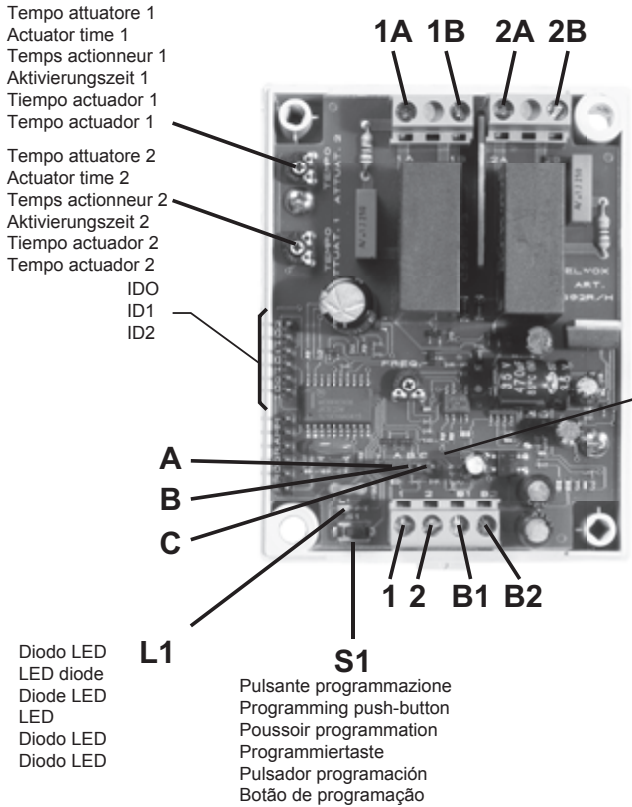

Fig. 1
DESCRIÇÃO DOS BORNES E DOS COMPONENTES (fig. 1)
Nesta modalidade, os dois RELÉS podem ser usados para a activação de duas funções auxiliares de cada telefone e monitor com tecnologia DOIS FIOS ELVOX. Os contactos normalmente abertos são independentes e podem ser temporizados de 1 a 30 segundos, regulando os dois potenciómetros situados no circuito impresso (fig. 1) e identificados pelas serigrafias "tempo attuat. 1" e "tempo attuat. 2". Na mesma instalação DOIS FIOS ELVOX podem-se ligar até 8 dispositivos art. 69RH. Isto significa que se pode usufruir de um total de 16 funções auxiliares (dois RELÉS por cada dispositivo 69RH). Para isso é necessário atribuir a cada dispositivo 69RH um código identificativo actuando nas pontes ID0-ID1-ID2 situadas no circuito impresso (fig. 1). Para a atribuição do código identificativo seguir a TAB.1 A activação dos serviços auxiliares efectua-se nos telefones e monitores, seguindo as indicações apresentadas nas instruções dos aparelhos na opção 1º e 2º serviço auxiliar.
2. Retirar a ponte de ID2 (fig. 1)